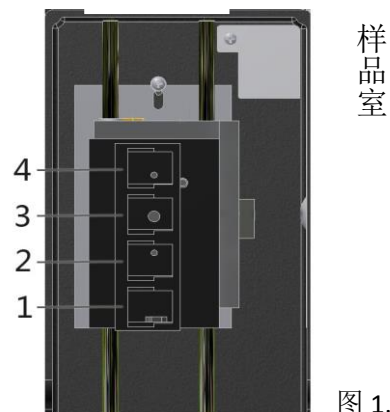

图 1.2-4
**数字键盘**: 用于输入数字、字母和符号。按键 1-4 同时也用于切换四孔样品架位置。样品架位置与编号关系参考图 1.2-4。